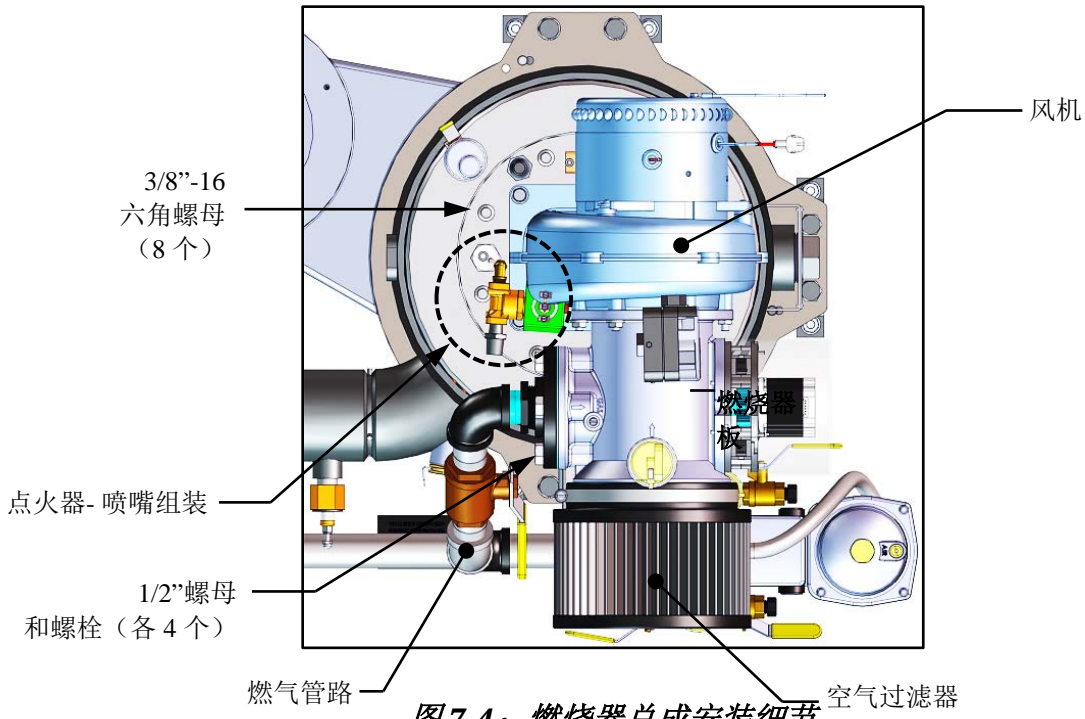
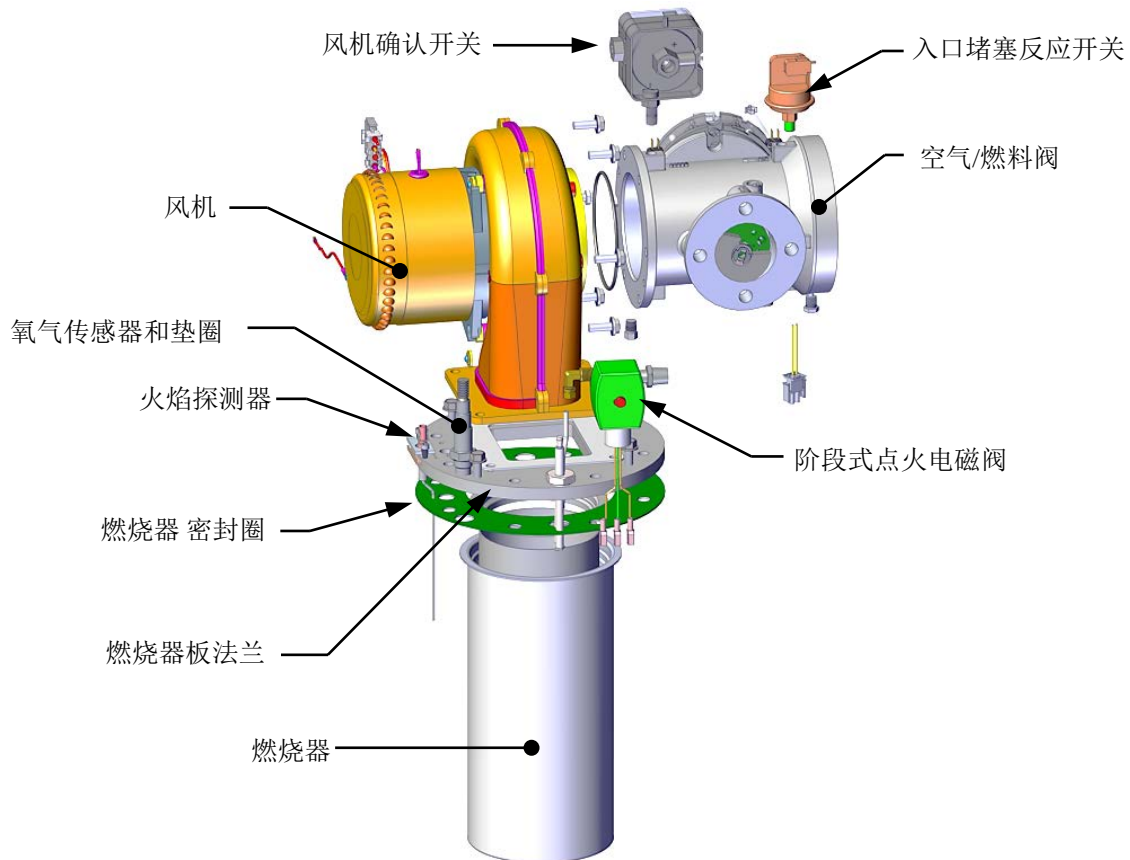

图 7-4: 燃烧器总成安装细节
图 7-5: 燃烧器总成安装细节
10. 将连接至鼓风机确认开关和入口堵塞反应开关的引线断开（图 7-4 和图 7-5）。
11. 拆除四 (4) 个 1/2" 螺栓和螺母，从而将燃料管道从空气/燃气阀上拆下（图 7-4）。
13. 拆除将鼓风机与燃烧器固定板固定的四 (4) 个 5/16-18 六角头螺丝（图 7-5）。
15. 使用 9/16" 扳手将八 (8) 个 3/8-16 螺母从燃烧器法兰（图 7-4）上拆除。